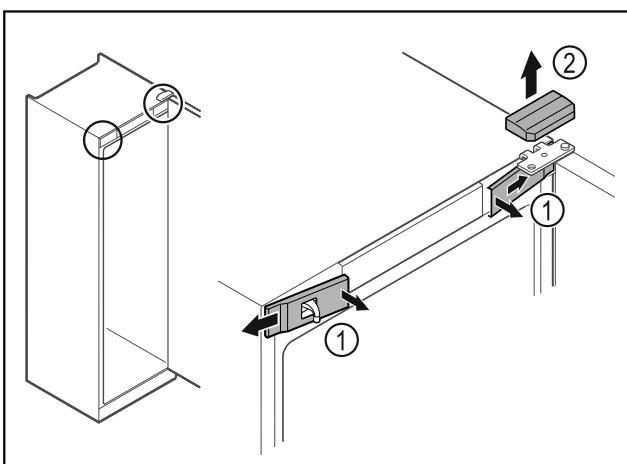

Fig. 16
► Αφαιρέστε προς τα επάνω το επάνω κάλυμμα Fig. 16 (2).
- Ξεκουμπώστε εσωτερικά τα μπροστινά καλύμματα Fig. 16 (1) και αφαιρέστε τα προς το πλάι.